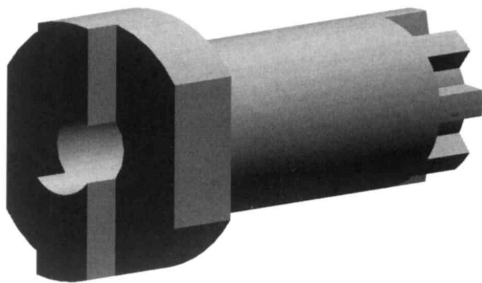

图 7-44
4) 如图7-44所示, 平行光对圆柱形表面的渲染效果较好, 但模型的前面几乎在阴影中, 我们加一个聚光光源来照亮它。